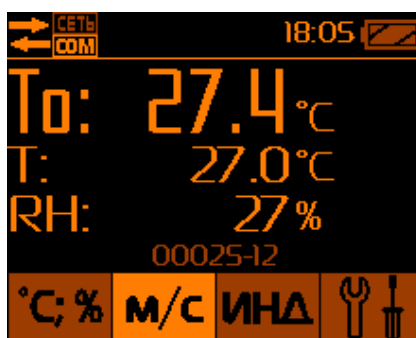

Рис.15 – Измерение результирующей температуры, температуры и влажности.
включатся после повторного нажатия кнопки **M/C** (позиция 5, Рис.1) в режиме измерения интенсивности теплового облучения (W). При этом на дисплее высвечиваются численные значения результирующей температуры (To) в °С, температуры воздуха в °С и относительной влажности в % (Рис.15).